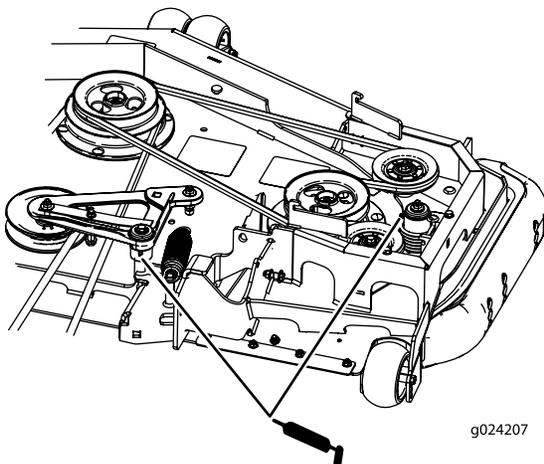

Рисунок 53
5. Смажьте консистентной смазкой рычаги натяжного ролика ремня деки (только на машинах с задним выбросом), как показано на Рисунок 53.